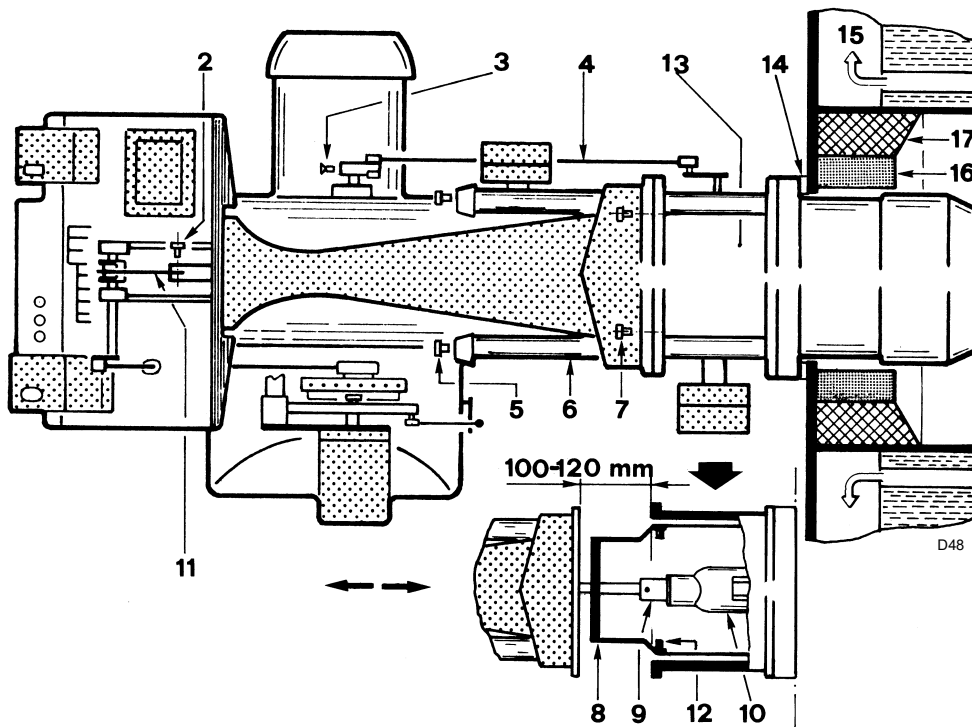

Fig. 13
Para calderas con paso de humos delantero 9) (Fig. 13) o con cámara de inversión de llama, colocar una protección de material refractario 7) entre el refractario de la caldera 8) y el tubo llama 6).
- Quitar los tornillos 5)(Fig. 13) de las dos guías 6).
- Antes de fijar el cabezal de combustión a la caldera, comprobar que la sonda y el electrodo estén colocados correctamente, como se muestra en la (Fig. 14 en pág. 18). En caso de posicionamiento incorrecto, desmontar el codo 10) (Fig. 13) del manguito 13).
- Fijar el tubo llama a la placa (Fig. 12 en pág. 16) de la caldera, interponiendo la junta aislante 14)(Fig. 13) suministrada.
- Luego, volver a montar el quemador en las guías 6)(Fig. 13) y el tubo del gas 9) en el codo 10).
- Montar nuevamente la horquilla 8)(Fig. 13), fijándola con los tornillos 12).
- Enroscar los tornillos 7)(Fig. 13) que fijan el ventilador al cabezal de combustión.
- Montar los bloqueos y los tornillos 5)(Fig. 13) en las dos guías 6).
Si en el control anterior se detecta que la sonda o el electrodo no han sido colocados correctamente, quitar los tornillos 7)(Fig. 13 en pág. 17), extraer la parte interna del cabezal 4)(Fig. 6 en pág. 11) y realizar su calibración.